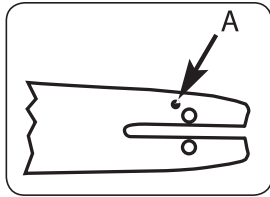

Fig. 3A
**ATTENTION:** Utilisez uniquement le guide-chaîne original avec l'orifice de lubrification (A) pour assurer la lubrification du guide-chaîne et de la chaîne (Fig. 3A).